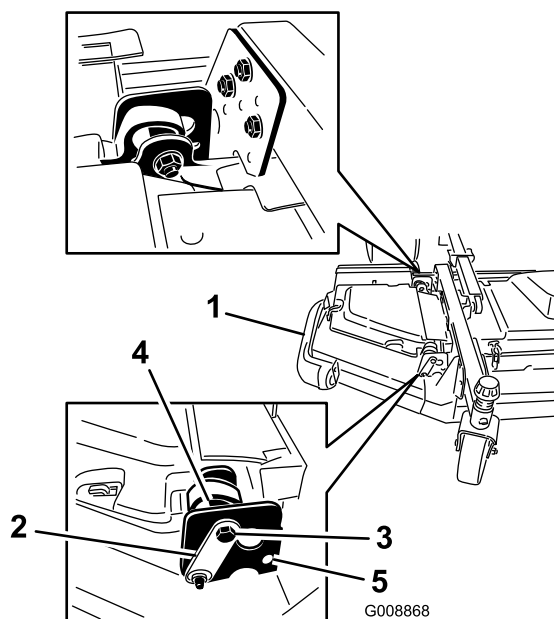

Рисунок 4
4. Проденьте передний и задний фиксирующие болты через верхние монтажные отверстия и эксцентрики (Рисунок 4).